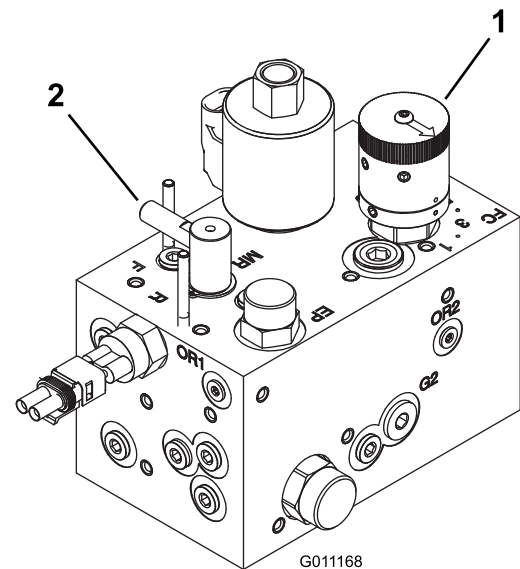

図 75
3. バックラップ・コントロールをバックラップ位置 (R) にセットする。リール速度ノブは「1」に合わせる。図 75 を参照のこと。